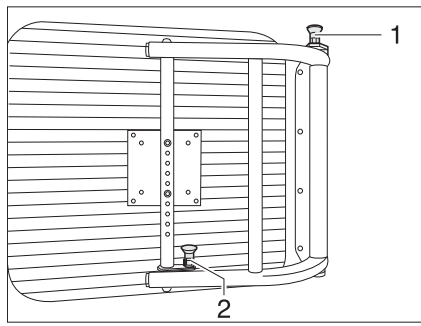

Fig. 8 Support à bras pivotant
- Faire retourner l'écran plat dans sa position initiale jusqu'à ce que les deux boutons de déverrouillage s'enclenchent (Fig. 8,1 et 2).